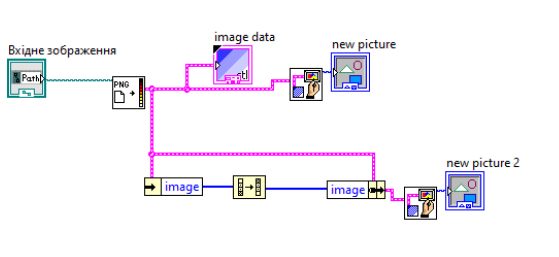

Рис.7.4. Налаштування додаткового зображення
9. До щойно створеного блоку п.8. додати блок Draw Flattened та індикатор (можна скопіювати в схемі вище), підключити як показано на рис.7.4. З'явиться ще одне зображення в сусідній панелі. Запустити, при вірному виконанні зображення повинне перевернутись.